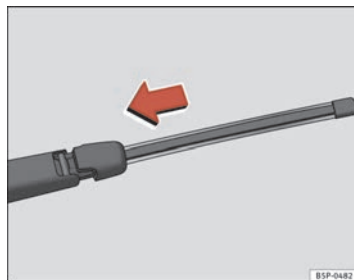

Fig. 150 Pose du balai d'essuie-glace arrière
- Placez le balai comme indiqué sur la figure ⇒ fig. 150 puis faites glisser l'adaptateur jusqu'à ce qu'il s'emboîte.